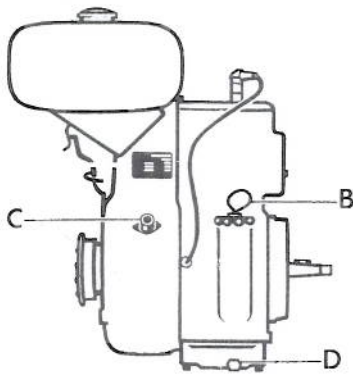

Fig. 1
Contrôler le niveau de l'huile au moyen de la jauge (B, fig. 1). Le niveau d'huile ne doit jamais être plus bas que le repère inférieur, ni plus haut, que le repère supérieur.
- a) Marche à l'essence: mettre le moteur au ralenti et appuyer sur le bouton d'arrêt (C, fig. 1). Fermer le robinet du réservoir.
- b) Marche au pétrole: mettre le robinet sur la position "essence" et laisser tourner le moteur encore quelques minutes. Après, mettre le moteur au ralenti et appuyer sur le bouton d'arrêt. (C, fig. 1). Fermer le robinet du réservoir.